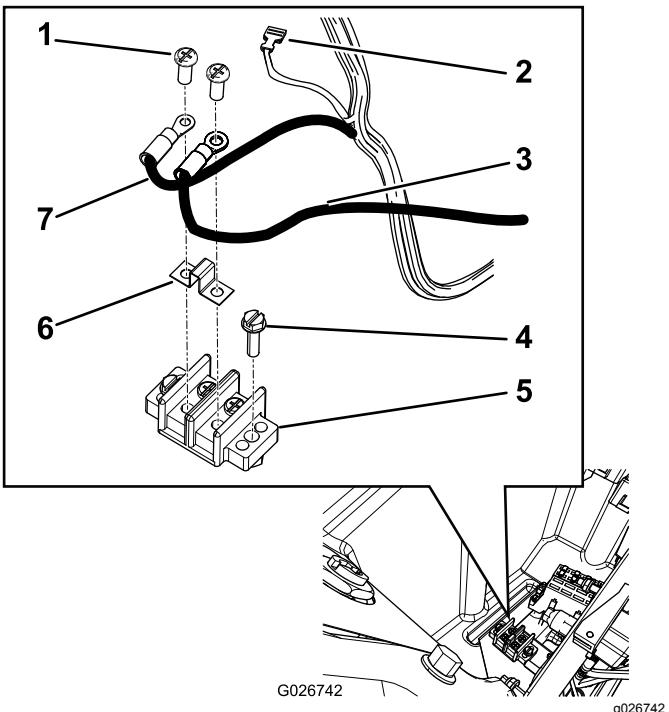

Bild 22
- B. Befestigen Sie den Erdungsblock an der in Bild 22 abgebildeten Stelle.
- C. Entfernen Sie die Anschlussklemmenschrauben und bringen Sie den Überbrückungsstreifen am Erdungsblock an, wie in Bild 22 abgebildet.
- D. Schließen Sie das schwarze Kabel im Hauptkabelbaum des Mähwerks an eine Seite des Überbrückungsstreifens am Erdungsblock an (Bild 22).
- E. Schließen Sie das schwarze Kabel im Mähwerk-Kabelbaum an der anderen Seite des Überbrückungsstreifens an (Bild 22).